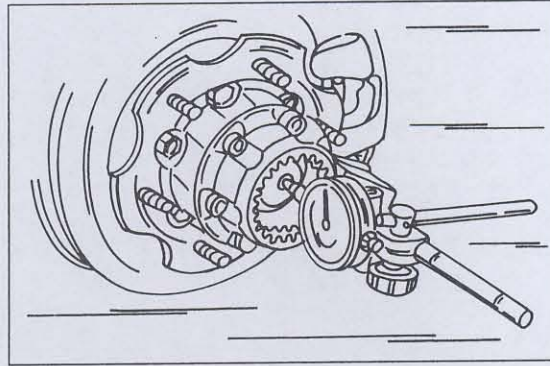

Bild 230
- Eine Messuhr in der in Bild 230 gezeigten Weise ansetzen. Die Tastspitze der Messuhr muss auf das Ende der Welle aufsitzen. Die Achswelle an der Innenseite erfassen und die Welle hin- und herbewegen. Die Anzeige an der Messuhr muss zwischen 0,2 und 0,5 mm betragen. Falls dies nicht der Fall ist, muss das Axialspiel eingestellt werden, wie es im nächsten Kapitel beschrieben wird.